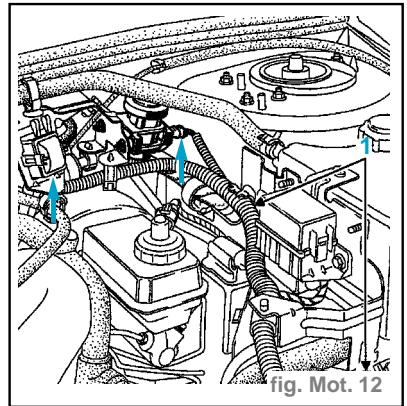

fig. Mot. 12
- le support relais en **(1)**, ainsi que le connecteur de l'électrovanne EGR et la prise de diagnostic (fig. Mot. 12)